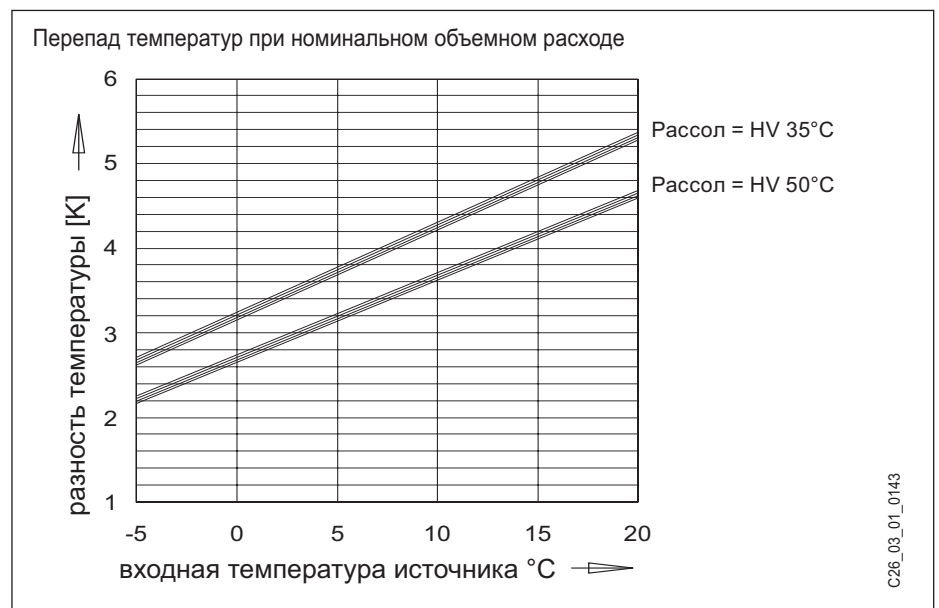

Рис. 9
1.6.3.3 Контроль объемного расхода (осуществлять при первом введении в эксплуатацию теплового насоса) Измерить температуру подачи и рециркуляции со стороны источника тепла. Кроме того, рассчитать разность температур обеих измеряемых величин на соединительных трубах теплового насоса, под теплоизоляцией. Диаграмма (рис. 9) отображает перепад температур при номинальном объемном расходе.